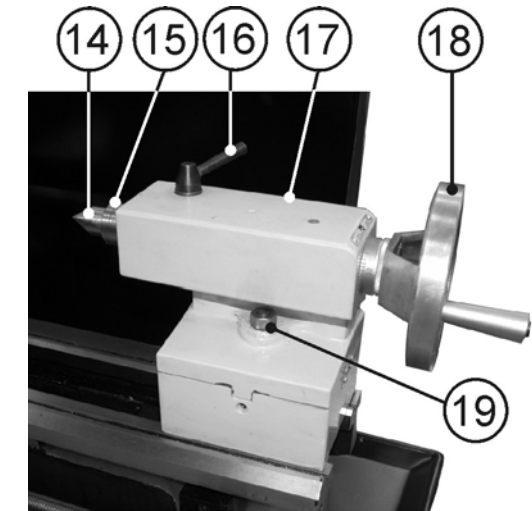

Рис.10
фиксирующей положение задней бабки (17). Поверните ручку фиксации (16) положения пиноли против часовой стрелки. Маховиком (18) перемещения пиноли по часовой стрелке подожмите центр (14). Поворотом ручки фиксации (16) положения пиноли по часовой стрелке зафиксируйте установленное положение пиноли (15), Рис. 10.